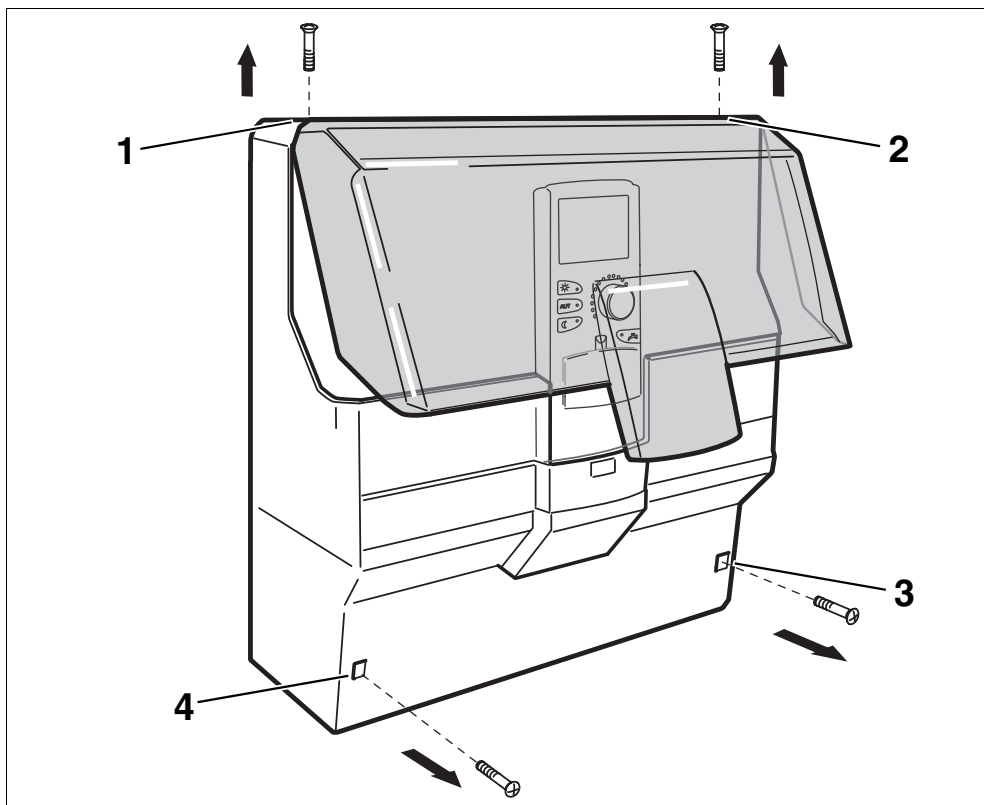

Рис. 2 Демонтаж крышек
- Открутите 2 винта на верхней крышке корпуса (рис. 2, поз. 1 и 2).
- Открутите 2 винта на нижней крышке (рис. 2, поз. 3 и 4).